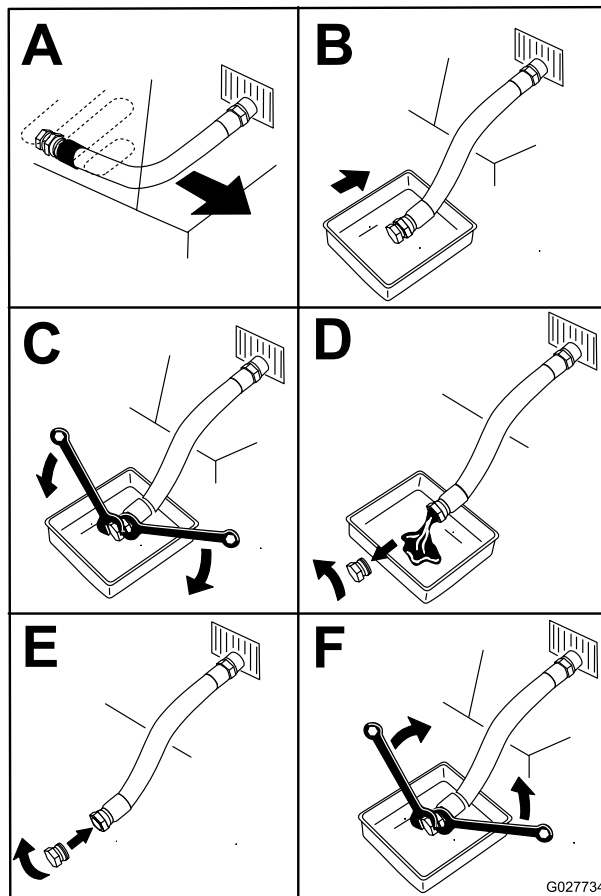

Bild 47
5. Lassen Sie das Öl vom Motor ab (Bild 47).